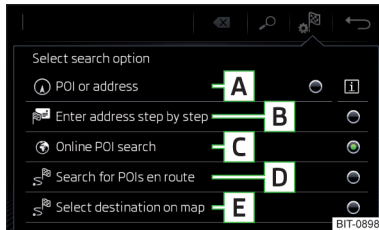

Abb. 220
Funktionsflächen » Abb. 220
- › Anschließend die Funktionsfläche eines der Menüpunkte für die Zielsuche **A**, **C** oder **D** antippen » Abb. 220 auf Seite 191.
- ▶ Anschließend die Funktionsfläche **☰** → **E** » Abb. 220 auf Seite 191 antippen.